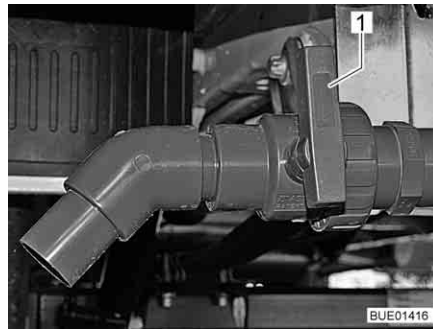

Fig. 214 Llave de desagüe (en el exterior)
- Girar el tirador (Fig. 214,1) de la llave de desagüe a la posición en dirección de la circulación. Las aguas residuales se purgan a través de un grifo esférico.